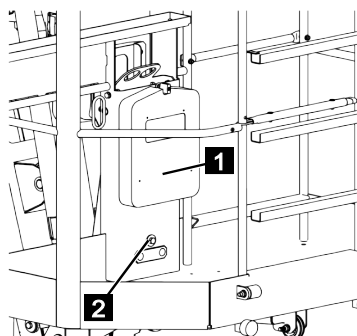

Fig. 105
6. Prendre la clé plate dans le porte-documents (Fig.105/1).
7. Serrer la vis de fixation (Fig.105/2) avec la clé plate en vissant dans le sens des aiguilles d'une montre. (Couple de serrage env. 20 Nm)